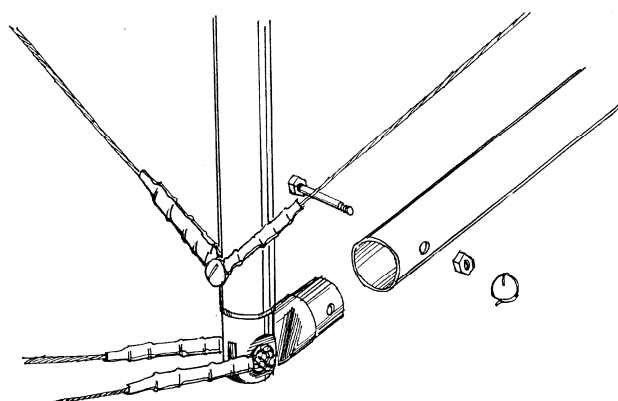

Рис.12
2.2.8. Извлеките ручку управления из чехла. Разведите в стороны стойки трапеции. Соедините ручку трапеции со стойками, следуя маркировке, если она есть. Зафиксируйте ручку управления при помощи болтов, гаек и контровочных колец. Гайки и контровочные кольца должны находиться со стороны пилота, чтобы их можно было визуально контролировать во время полета. (Рис.12, 13).